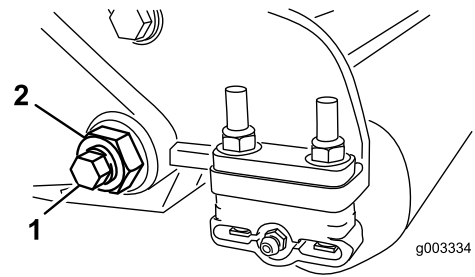

图31
3. 在机器的另一侧松开固定底刀架螺栓 图31 的锁紧螺母。
4. 拆下两个底刀架螺栓向下拉动底刀架并从机器螺栓 图 31 上拆下来。